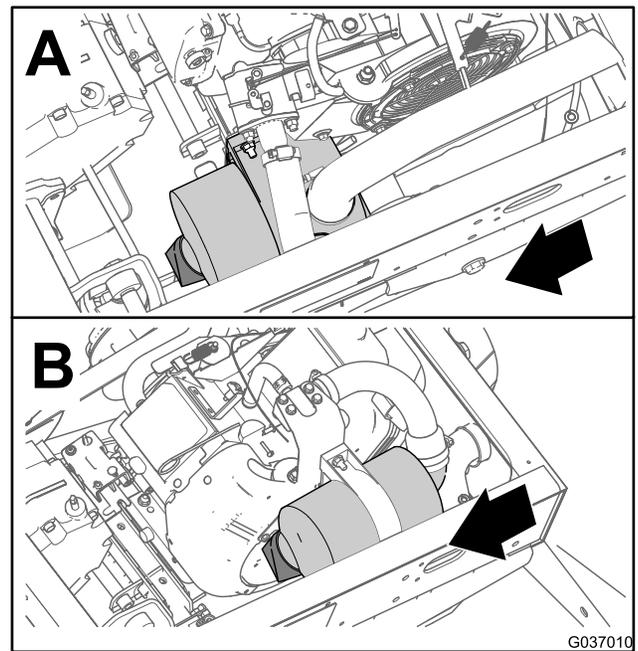
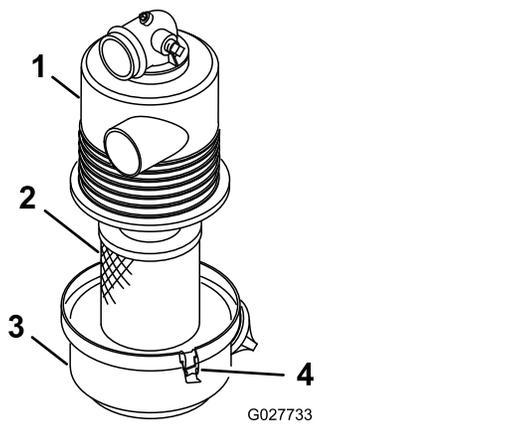

図 29
図 30
- エアクリーナ本体にリーク原因となりそうな傷がないか点検する 図 29と 図 30。
3. エアフィルタのカバーをエアフィルタのハウジングに固定しているラッチを外す 図 30。
4. ボディーからカバーを外し、カバーの内部を清掃する 図 30。
3. エアフィルタのハウジングにエレメントを取り付ける (図 30)。
4. エアフィルタのカバーとハウジングを合わせる 図 30。
5. カバーをハウジングにラッチで固定する (図 30)。